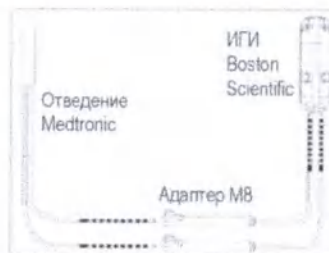

Рис. 2. Подключение адаптера Precision M8 к электродам и ИГИ
7. Вставляйте проксимальный конец отведения в адаптер Precision M8 до тех пор, пока отведение не достигнет конечного ограничителя адаптера. Используйте один адаптер Precision M8 для каждого 8-контактного отведения Medtronic (Рисунок 2).